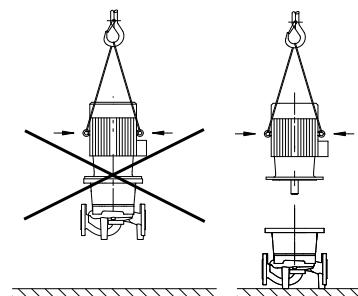

Fig. 4: Transportul motorului
- Inelele de transport de la motor trebuie folosite doar pentru transportul motorului, nu pentru toată pompa (fig. 4).